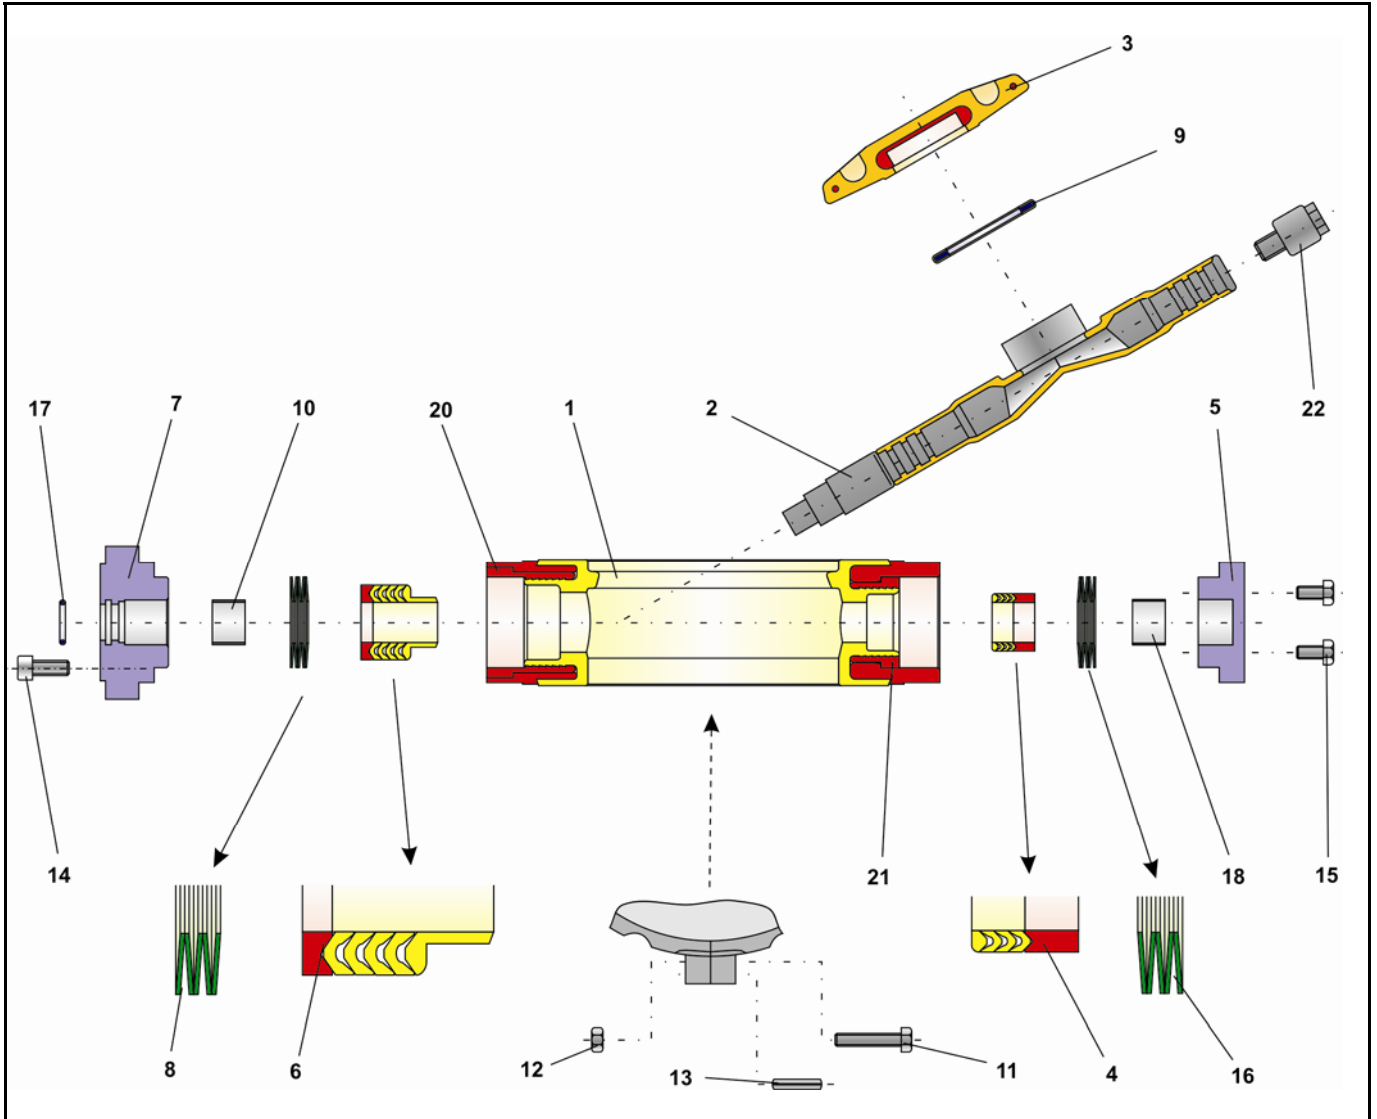

Рис. 3 – Детальная схема заслонки BR 10а
Важно: При сборке обязательно следует учитывать расположение и порядок установки деталей согласно детальной схеме (рис.3).
Сдвинуть уплотнительную манжету PTFE (6) через вал в канал корпуса и углубить монтажной гильзой. Порядок расположения деталей уплотнительной манжеты приводится на детальной схеме заслонки (рис. 3).
Набор тарельчатых пружин (8) сдвинуть до упора вала и установить на своем месте на манжете. Порядок расположения деталей набора тарельчатых пружин также приводится на детальной схеме заслонки (рис. 3).
Порядок расположения деталей уплотнительной манжеты приводится на детальной схеме заслонки (рис. 3).
Набор тарельчатых пружин (16) сдвинуть до упора вала и установить на своем месте на манжете. Порядок расположения деталей набора тарельчатых пружин также приводится на детальной схеме заслонки (рис. 3).